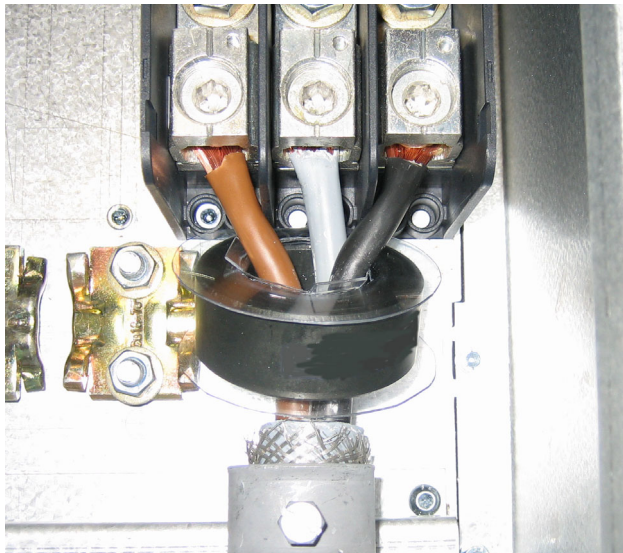

Abb. 55 An den Motorkabeln montierter Ferrit-Kern
Die Schutzerdung (PE) und die Kabelabschirmung sind an der Außenseite des Kerns zu montieren, siehe Abb. 55 .